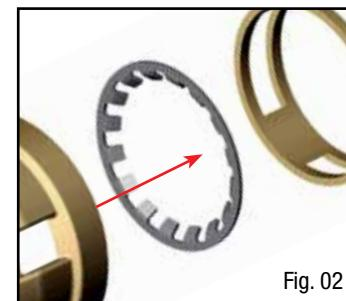

Fig. 02
- D) Placer les composants rondelle de Belleville B et bague entretoise C à l'intérieur de la bague de serrage A. Veiller à bien remonter la rondelle de Belleville B dans le bon sens, c'est à dire avec les petites dents tournées vers la bague entretoise (Fig. 02). Toute erreur de sens de montage de la rondelle de Belleville empêchera l'introduction du tuyau multicouche dans le coupleur. Le cas échéant, répéter l'opération en changeant le sens de la rondelle de Belleville B.
- D) Den Federring B und den Abstandsring C in den Haltering A einsetzen. Hierbei darauf achten, den Federring B mit den Zähnen zum Abstandsring gerichtet einzusetzen (Abb. 02).